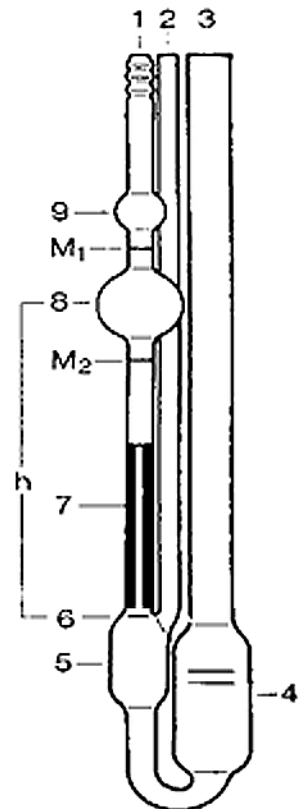

Abbildung 2.11: Schematische Darstellung eines Ubbelohde-Viskosimeters, wie es in den Versuchen 2.6.3 und 2.6.4 benutzt wird.
Geräte: Zwei Ubbelohde-Viskosimeter (Abb. 2.11) mit versch. Messbereichen, Bechergläser, Stativmaterial, Stoppuhr, Messzylinder, Glycerin.
- Betrachten Sie Abbildung 2.11 auf der nächsten Seite, um sich mit den Bestandteilen des Ubbelohde-Viskosimeters vertraut zu machen.
- Befüllen Sie das Viskosimeter mit Ihrer Glycerinlösung. Achten Sie auf die richtige Menge: Der Füllstand im Vorratsgefäß (4) sollte zwischen den beiden **Markierungen** liegen.
- Betrachten Sie Abbildung 2.11, um sich mit den Bestandteilen des Ubbelohde-Viskosimeters vertraut zu machen.
- Nehmen Sie – je nachdem, was die Technische Assistenz Ihnen zur Verfügung gestellt hat – einen kurzen Schlauch mit Glas-Mundstück **oder** einen Peleusball und stecken Sie es an das Ansaugrohr oben am Viskosimeter (bei 1). Halten Sie einen Finger auf das dafür vorgesehene Rohr (2) und saugen Sie an dem Mundstück, bis genug Flüssigkeit in die Messkugel (8) geflossen ist. Um den Rückfluss zu starten, entfernen Sie Ihren Finger und ggf. den Peleusball.